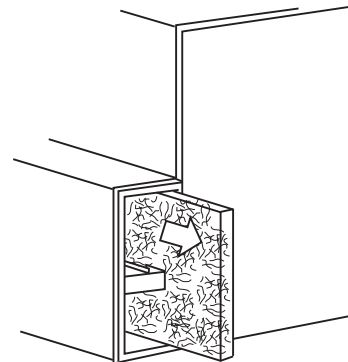
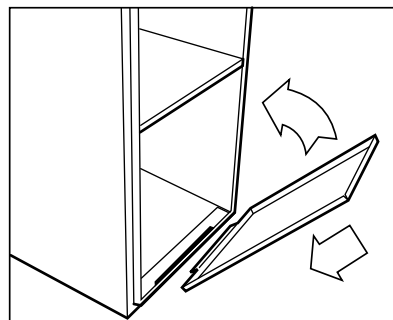

Fig. 29 - Retrait du filtre de l'armoire de ventilation latérale
Fig. 33 - Remise en place du panneau d'accès à la soufflante
b. Glisser le filtre à air hors de la fournaise. Garder le côté sale (le cas échéant) tourné vers le haut pour empêcher la poussière de se disperser. (Voir fig. 29 et 30.)
7. Replacer le panneau d'accès de la soufflante, puis le panneau de service de la fournaise (voir fig. 33 et 34) ou la porte du boîtier de filtre (fig. 29 et 30).